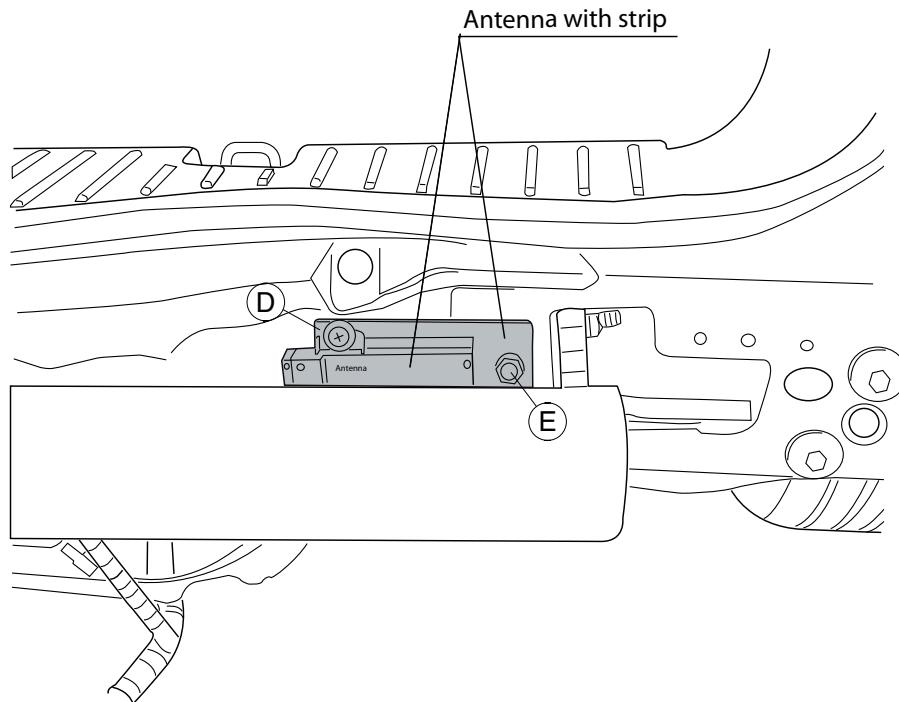

Fig.5
3. Переместите антенну, если имеется. См. рисунок 5.
4. Поместите полоску D на заднюю стенку автомобиля и прикрепите ее к точке E. См. рисунок 5.